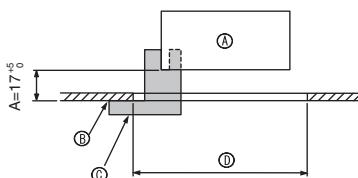
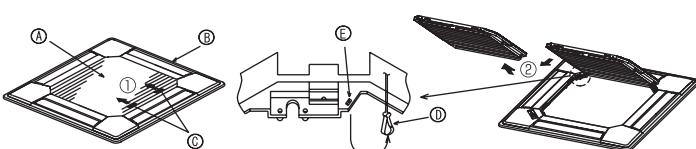
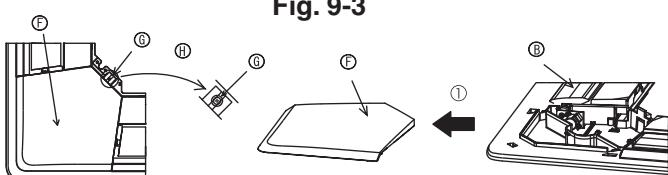

Fig. 9-2
Fig. 9-3
Fig. 9-4
① Izgara	1	950 x 950 (mm)
② Mahpus rondelalı vida	4	M5 x 0,8 x 25
③ Geyç	1	(dört bölmeli)
④ Tespit parçası	3
⑤ Vida	4	4 x 8
⑥ Vida	1	4 x 12
⑦ Kablosuz uzaktan kumanda	1	PLP-6BALM için
⑧ Kablolu uzaktan kumanda	1	PLP-6BAMD için
9.2. Izgarayı takma hazırlığı (Fig. 9-2)
- Bu kit ile birlikte verilen geyci ③ kullanarak ünitenin tavana göre konumunu ayarlayınız ve kontrol ediniz. Eğer ünite tavana göre doğru yerleştirilmezse hava geçirebilir veya kondansasyon bükmesine imkân verebilir.
- Ⓒ Geyç ③ (ünite içine sokulu)
9.2.1. Hava giriş izgarasının çıkarılması (Fig. 9-3)
- Hava giriş izgarasını açmak için kolları okla ① gösterilen yönde itiniz.
- Hava giriş izgarası "açık" durumdayken hava giriş izgarasının menteşesini okla ② gösterilen şekilde izgaradan ayırın.
9.2.2. Köşe panelinin çıkarılması (Fig. 9-4)
- Köşe panelinin köşesindeki vidayı çıkarın. Köşe panelini çıkarmak için köşe panelini okla ① gösterilen şekilde itin.
- [Fig.9-3] [Fig.9-4]